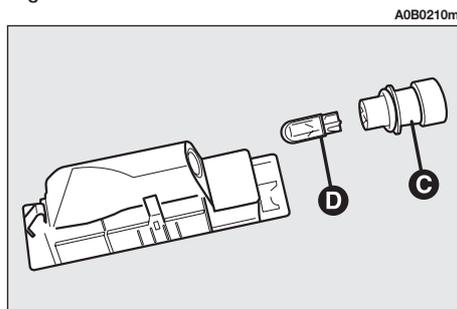

fig. 48
– Estrarre il portalamпада (C-fig. 48) facendolo ruotare leggermente e sostituire la lampada (D-fig. 48) inserita a pressione.
– Rimontare il portalamпада (C-fig. 48) ruotandolo leggermente.